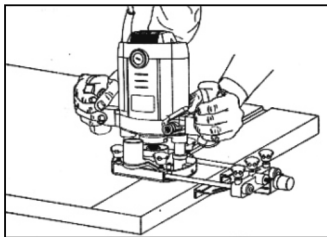

Fig. 3 – Fresado con la guía paralela
- Monte la guía paralela conforme muestra la fig.3;